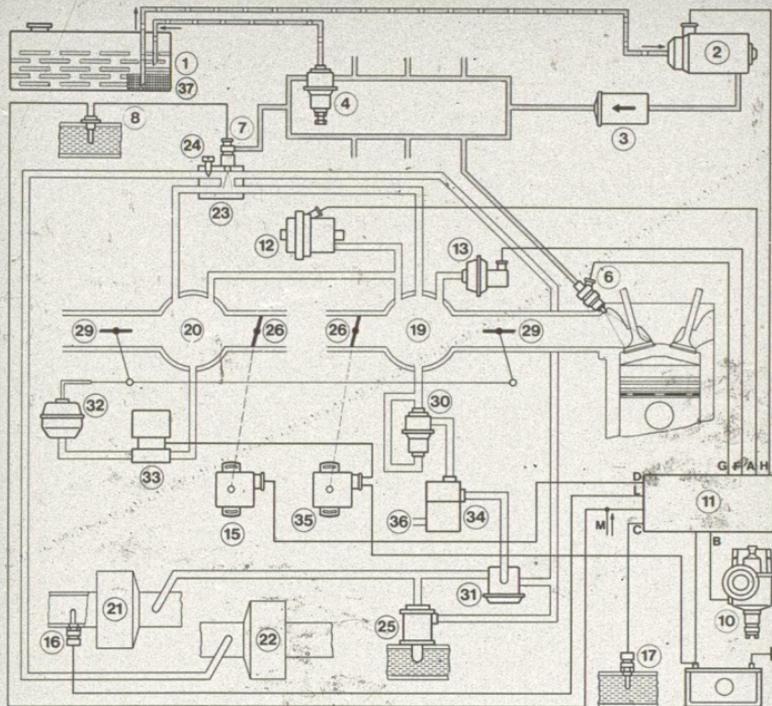

Bild 59
7.3. Funktionsbeschreibung SM (Bild 59)